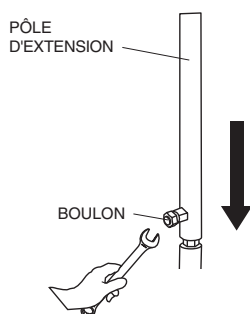

Figure 6. Fixation du pôle d'extension
4. Si on le souhaite, une un mât d'extension rallonge en option peut être ajouté à la partie supérieure du mât comme illustré à la Figure 6.